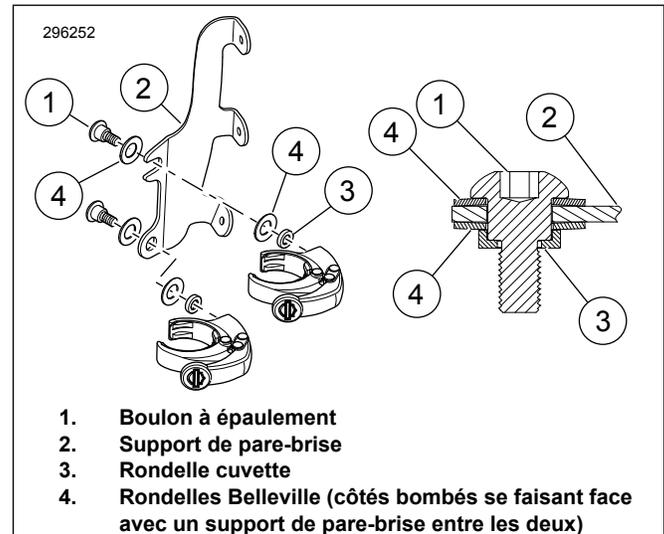

Figure 1. Bride de montage du pare-brise
2. Voir Figure 1 . Installer sans serrer les ensembles de brides sur les supports de montage du pare-brise (2). Fixer avec boulon à épaulement (1), les rondelles Belleville (4) et les rondelles cuvette (3) comme indiqué.